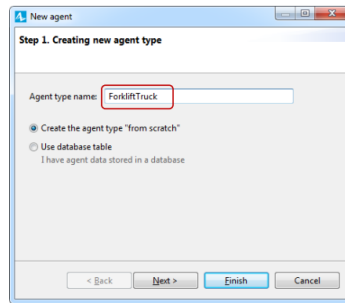

Рисунок 11.3 – Автонавантажувач
- натисніть *next* (рис. 11.3).